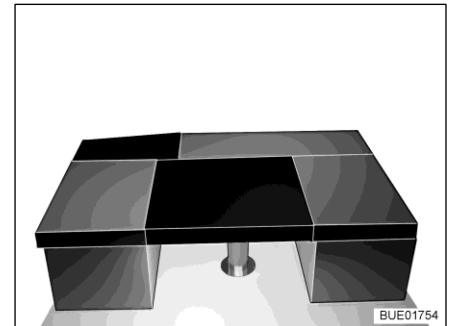

Fig. 165 Después de la transformación
- Colocar el cojín adicional rectangular en la mesa (entre los cojines de asiento de los bancos, véase Fig. 165).